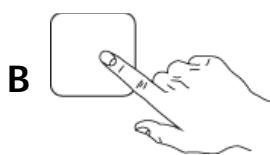

Fig.15
- 4- Sélectioner le cycle de lavage en appuyant le bouton "B". (Fig.15)